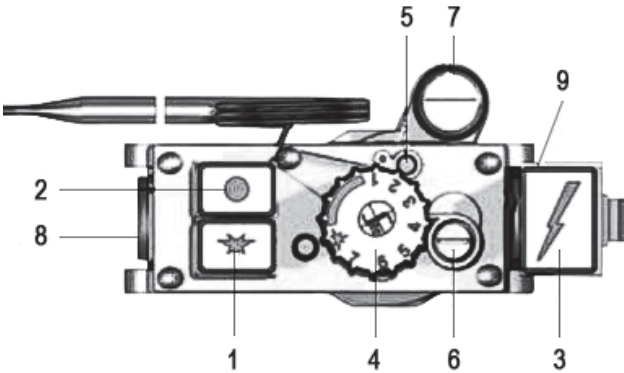
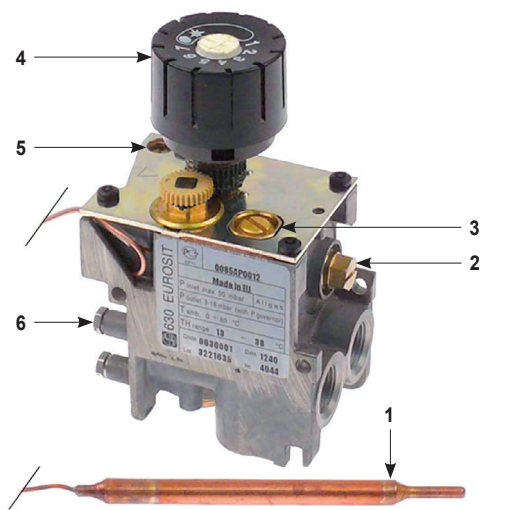

Рис. 10. Газовый блок 710 MINISIT
Рис. 11. Газовый блок 630 EUROSIT
**ВНИМАНИЕ! ДЛЯ ПОВТОРНОГО РОЗЖИГА КОТЛА С ГАЗОВЫМ БЛОКОМ 630 EUROSIT НЕОБХОДИМО УСТАНОВИТЬ РУЧКУ В ПОЛОЖЕНИЕ «ОТКЛЮЧЕНО» (СМ. РИС. 10), А ТОЛЬКО ЗАТЕМ ПОВЕРНУТЬ РУЧКУ ГАЗОВОГО БЛОКА В ПОЛОЖЕНИЕ «РОЗЖИГ».**
- Медленно повернуть ручку управления (рис. 10, 11 поз. 4) по часовой стрелке в положение минимальной мощности (близко к положению выключения основной горелки) и в этом положении минимального расхода контролировать давление газа на выходе, которое должно быть не менее 3,5 мбар (350 Па). При необходимости произвести корректировку. При повороте винта настройки (рис. 11 поз. 3) на 630 EUROSIT или (рис. 10 поз. 6) на 710 MINISIT против часовой стрелки давление газа увеличивается.
- После проверки и настройки выходного давления при минимальном расходе, перевести ручку управления (рис. 10, 11 поз. 4) в положение «7».
- Контролировать давление газа на выходе, которое должно быть в диапазоне 9-10 мбар (900-1000 Па). При необходимости произвести корректировку. При повороте винта настройки (рис. 11 поз. 2) на 630 EUROSIT или винта под заглушкой (рис. 10 поз. 7) на 710 MINISIT по часовой стрелке давление газа увеличивается.